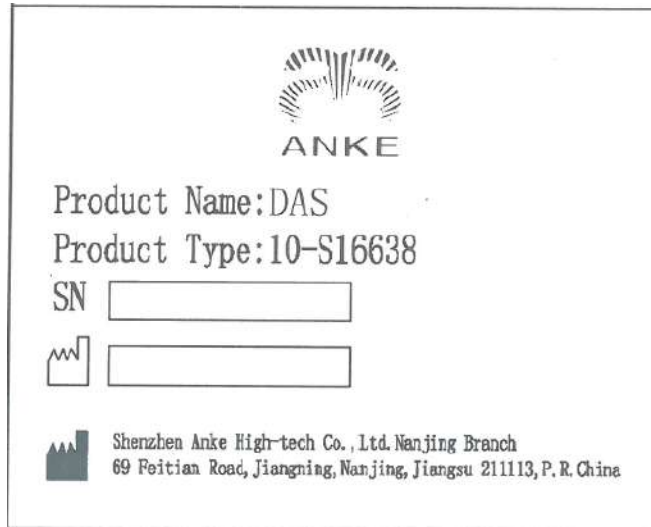

Рисунок2-11 Этикетка детектора
6. Рисунок 2-11 является этикеткой детектора, наклеенной на детектор